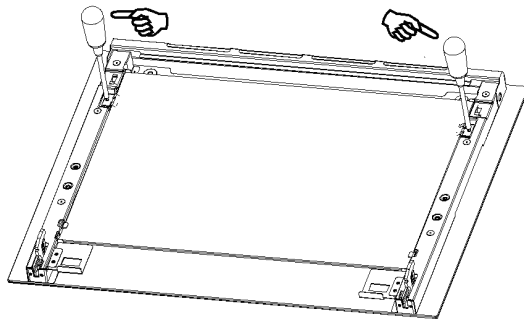

Figura 9
1.La Figura 9 muestra cómo aflojar los tornillos en los soportes bilaterales.